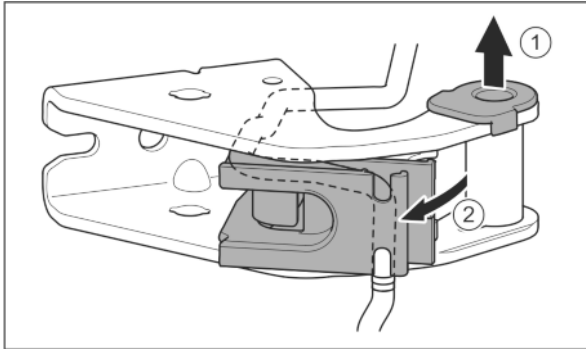

Fig. 29
- ▶ Extrageți cuzinetul din ghidaj. Fig. 29 (1)
- ▶ Rabatați suportul de cablu spre exterior. Fig. 29 (2)